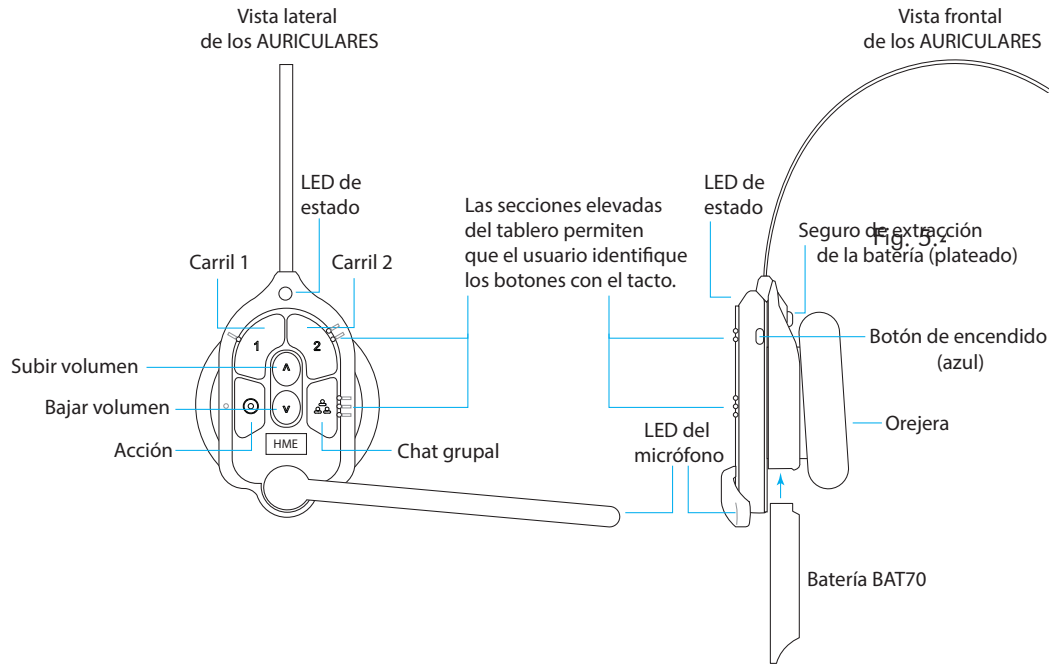

Fig. 6.1
Los auriculares AIO HS7000 (fig. 6.1) son auriculares todo en uno que se utilizan para comunicarse con los compañeros de trabajo y los clientes en un entorno de carril de servicio en el automóvil. Utilizan una batería de iones de litio BAT70. Con un uso normal, los auriculares funcionarán durante aproximadamente ocho horas con una sola carga de batería (batería nueva) y le avisarán cuando la carga de la batería sea baja. El auricular Omni (no se muestra) utiliza un teclado independiente, pero la funcionalidad es idéntica a la del AIO.
1. Con una batería BAT70 totalmente cargada. Oprima el botón azul de encendido para encender los auriculares (ver la fig. 6.1). El LED de estado se enciende en verde y parpadea, alternando entre el verde y el rojo, lo que indica que ahora debe emparejar los auriculares.